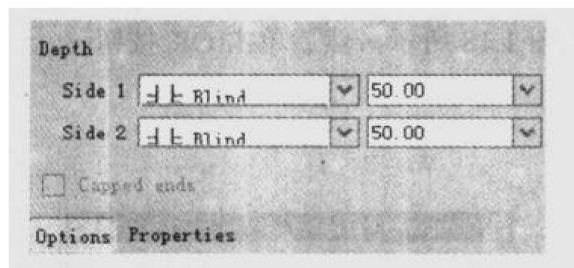

图 1.21 设置拉伸长度
- 单击  按钮完成草图绘制后, 选择 Options 选项, 设置 Side1 和 Side2 为 Blind, 拉伸长度为 50, 如图 1.21 所示